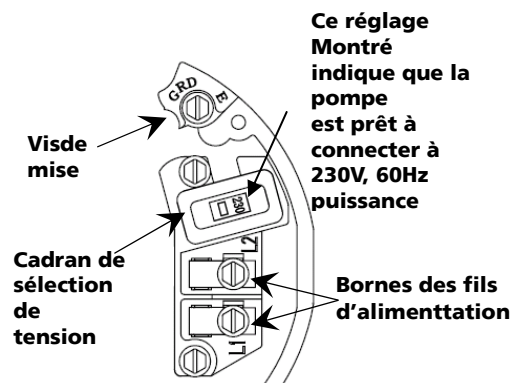
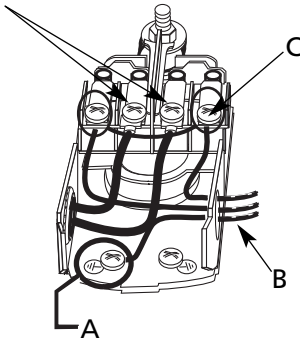

Figure 10 – Tension réglée sur 230 V, type à cadran
Figure 11 – Tension réglée sur 230 V, type à cadran
Le panneau de bornes du moteur (situé sous le capot d'extrémité du moteur) devrait ressembler à celui qui est représenté dans la Figure 10.
2. Choisir la position EN HAUT de bouton pour 115V ou EN BAS position pour 230V, jusqu'à ce que 115 ou 230 montré dans la fenêtre de cadran (Figure 10).
(Voir Figure 11)
En cas de remplacement du moteur, comparer le schéma de câblage sur la plaque signalétique du moteur au schéma de la Figure 10 en page 11. S'ils ne sont pas identiques, suivre le diagramme se trouvant sur le moteur (voir Figure 11).
1. Connecter d'abord le fil de mise à la terre comme indiqué à la Figure 10 en page 11. Il doit être en cuivre massif et d'un diamètre au moins égale à celui des fils d'alimentation.
4. Connecter les fils d'alimentation électrique au manostat comme indiqué à la Figure 11.